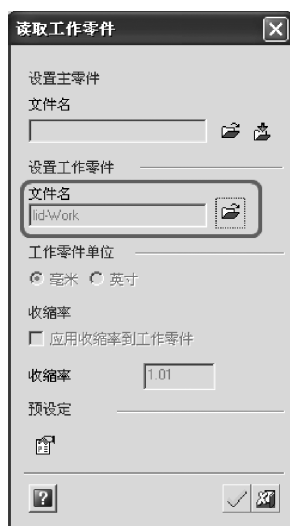

图 1-15
(2) 设置工作零件 在设置工作零件栏可以通过“打开文件”按钮，打开已经进行过分模操作的工作零件。当需对已经进行了一部分分模设计的工作零件继续进行分模设计时，则需要先在“设置工作零件”项选择此工件，此时其他参数均不允许编辑，如图 1-15 所示。